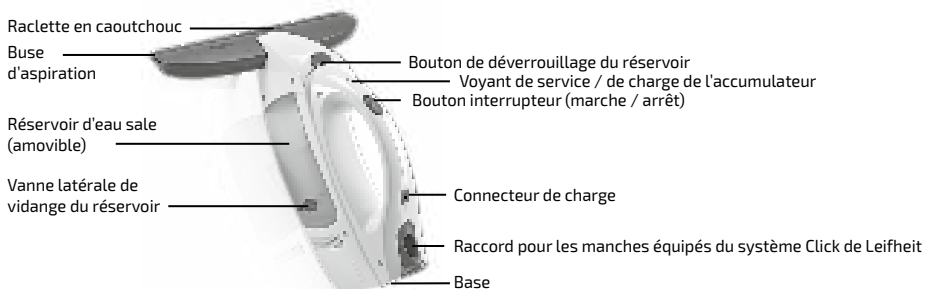

Figure 2 : Les différents composants de l'aspirateur à vitres
- Ranger l'appareil sur sa base (voir Fig. 2) et le mettre hors service jusqu'à la prochaine utilisation.